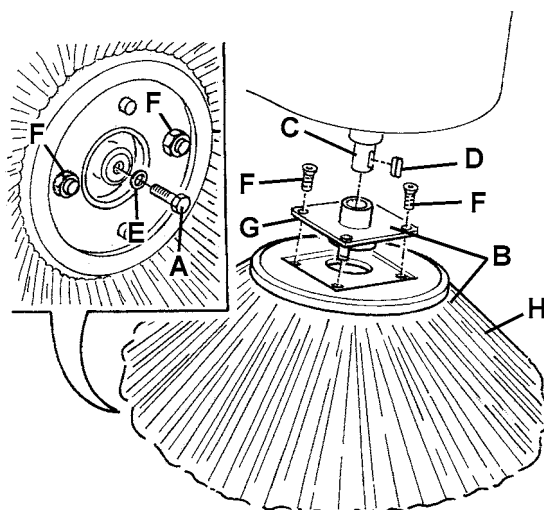

Figure 11
1. Porter la machine sur un sol plat et activer le frein de stationnement à l'aide de la pédale (84) et du levier (76).
2. Tourner la clé de contact (68) sur "0".
3. Soulever le balai latéral concerné à l'aide du levier (71) ou (72).
4. A l'intérieur du balai latéral, enlever la vis (A, Fig. 11), puis enlever le balai latéral (B) avec le moyeu (B) en le dégageant de l'arbre (C).
5. Sur banc, enlever les deux vis avec écrou (F, Fig. 11) et séparer le balai (H) du moyeu (G).
6. Installer le nouveau balai latéral (H, Fig. 11) sur le moyeu (G) et serrer les vis avec écrou (F).
7. Installer la clé (D), puis installer le nouveau balai latéral avec le moyeu (B, Fig. 11). Installer la rondelle (E) et serrer la vis (A).